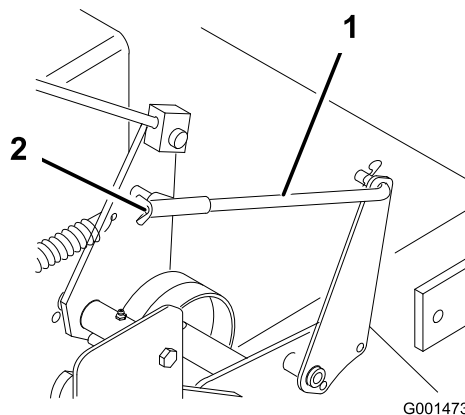

Figure 39
5. Pour régler le frein, tournez les écrous à oreilles sur les tiges de frein (Figure 39). Tournez les écrous à oreilles dans le sens horaire pour serrer le frein et dans le sens anti-horaire pour desserrer le frein.